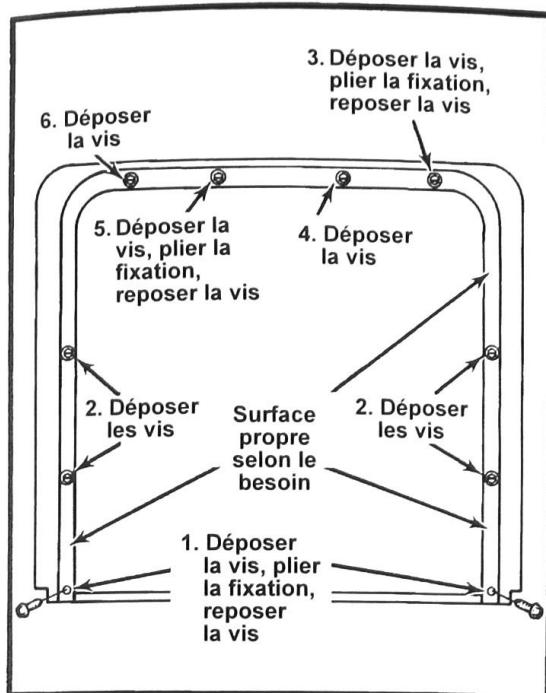

Figure 3
4. Pour l'ordre de dépose de l'ancienne vis et de l'ancien joint, voir la Figure 3. Procéder aux opérations 1. à 6. dans l'ordre.